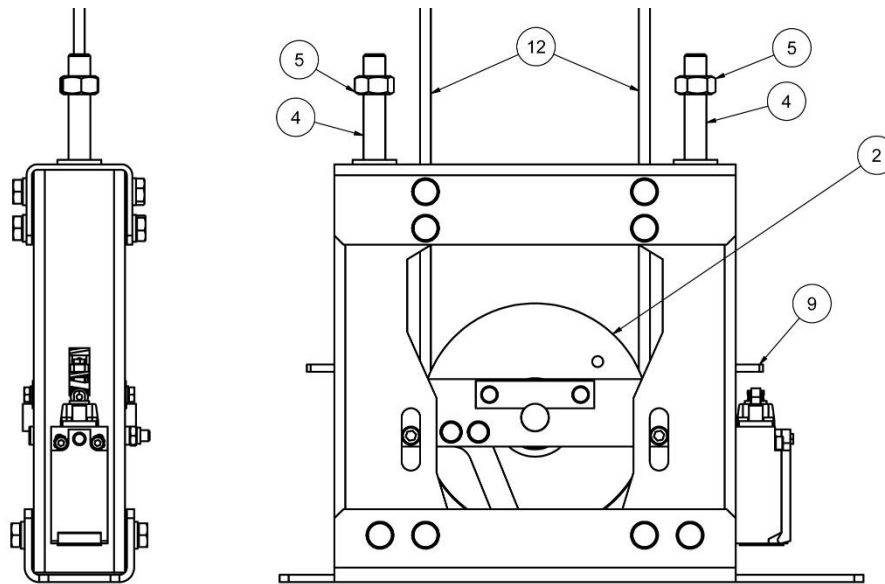

Abbildung 19: Position nach dem Spannen des Seils
In dem Maße wie die Muttern (5) losgeschraubt werden, wird das Begrenzerseil (12) gespannt. Die Muttern (5) sind loszuschrauben, bis die Federn komplett entspannt sind. Es empfiehlt sich, die gelockerten Muttern (5) auf den Enden der Federkompressionsstangen (4) zu belassen, wie Abbildung 19 zeigt.